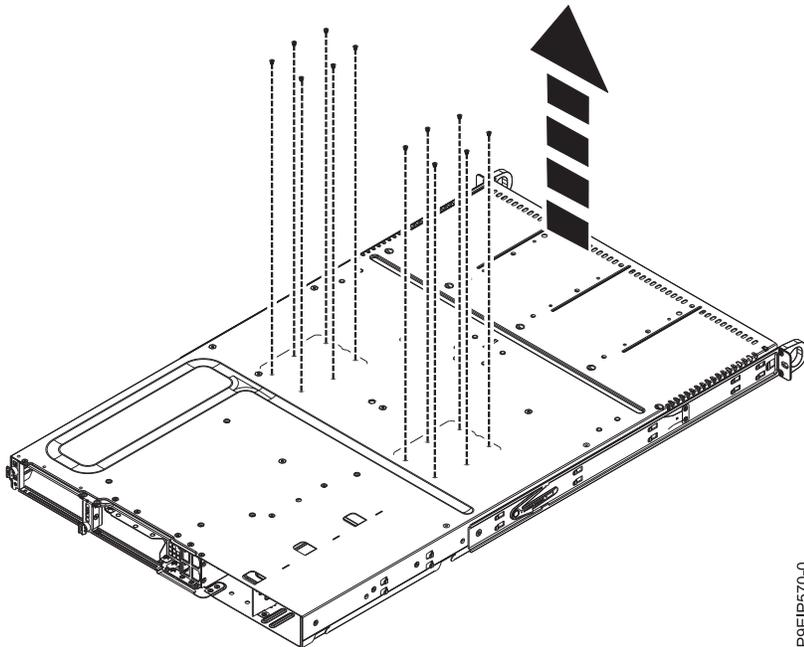

図 35. シャーシ下部からのプロセッサ・ソケットねじの取り外し
- b. 下部からねじを取り外します。ねじの位置は 図 35 に示しています。